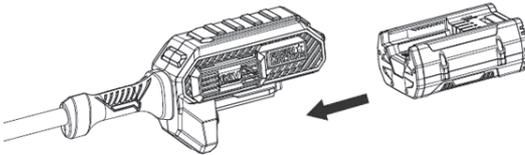

Рис. 15
2. Выровняйте ребра аккумуляторной батареи с установочными пазами в отсека для аккумуляторной батареи на косе. Вставьте аккумуляторную батарею в держатель аккумулятора (Рис. 15).